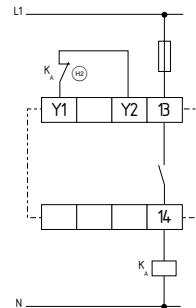

Abb. 14
**Einkanalige Ansteuerung mit Rückführkreis (siehe Abb. 14)**